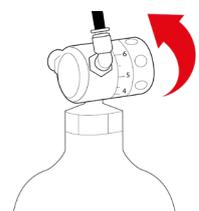

Fig. 6-14
22.1 – Per gli erogatori con acqua frizzante, è necessario regolare la pressione del gas CO₂ per determinare il livello di gasatura agendo sulla manopola di regolazione del riduttore di pressione. Ruotando la manopola verso OFF diminuisce la pressione e di conseguenza la gasatura dell'acqua, ruotando la manopola nel verso opposto aumenta la pressione e di conseguenza la gasatura dell'acqua. I riduttori di pressione del gas CO₂, per bombole con attacco M11 sono dotati di manopola di regolazione con scala graduata che indica il valore di pressione di taratura, vedi Fig. 6-14.